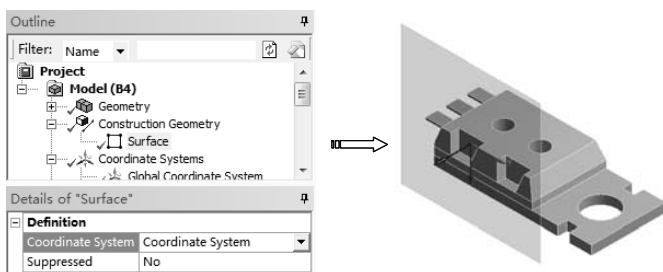

图 11-48 创建表面
5) 创建表面。在【Outline (分析树)】中选择【Model (B4)】节点，单击【Model】工具栏上的【Construction Geometry】按钮，然后单击【Construction Geometry】工具栏上的【Path】按钮 ，在【Details of “Surface”】列表中的【Coordinate System】下选择新创建的 Coordinate System，如图 11-48 所示。